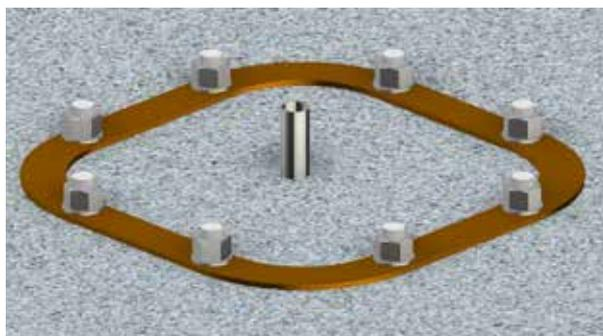

fig.22
4. Prévoir, si nécessaire, l'insertion dans le massif d'un tube pour le passage du câble électrique qui alimentera la potence (fig. 22)